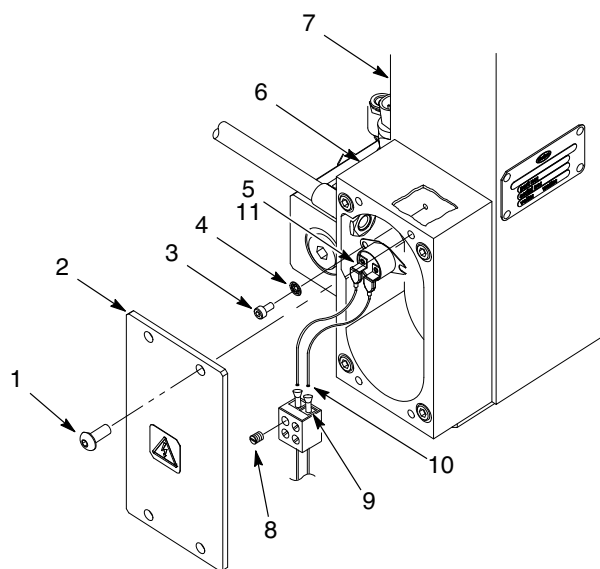

Figura 15 Substituição do termóstato
1. Consulte a figura 15. Retire os parafusos (1) que fixam a tampa lateral (2) à caixa do aquecedor (6).
2. Desaperte o parafuso (8) do conector (9) e desligue os fios do termóstato.
3. Retire os parafusos (3) e as anilhas de segurança (4) que fixam o termóstato (5) ao corpo (7).
4. Aplique composto dissipador de calor (10) ao termóstato (5). Monte o termóstato utilizando as anilhas de segurança (4) e os parafusos (3). Aperte bem os parafusos.